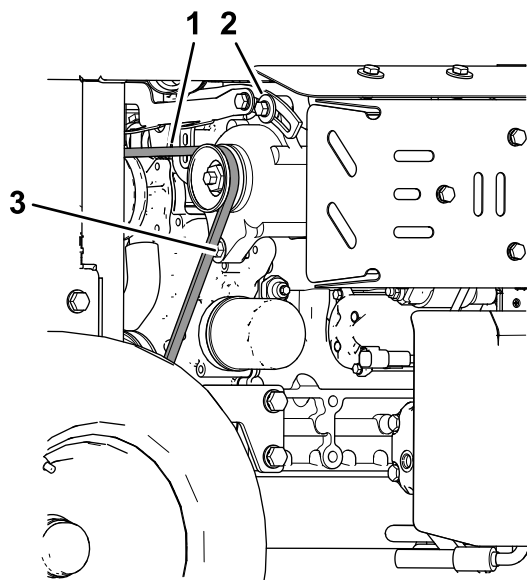

Figure 77
4. Desserrez le boulon de pivot et le boulon de blocage de l'alternateur (Figure 77).
6. Resserrez le boulon de blocage de l'alternateur (Figure 77).
7. Resserrez le boulon de pivot de l'alternateur (Figure 77).